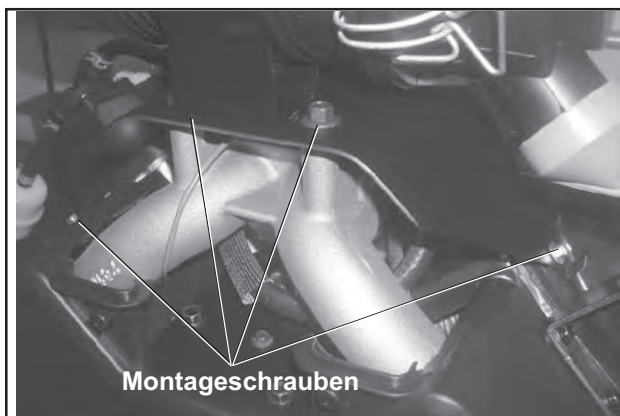

Abbildung 9-13. Montageschrauben der Halterung des Luftfilters (Darstellung zweizylindriges Modell).
3. Die Befestigungsschrauben der Haupthalterung des Luftfilters an den Ventildeckeln entfernen. Bei **Modellen mit zweizylindrigen Vergasern** werden die beiden Befestigungsschrauben auf der Oberseite des Ansaugkrümmers entfernt. Die Rückzugsfeder des Chokes aushängen, soweit vorhanden. Keine Teile verlieren. Siehe Abbildung 9-13.